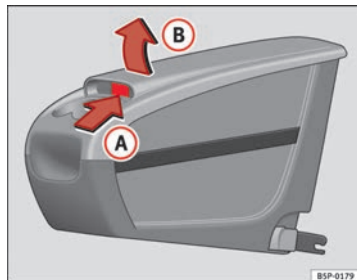

Fig. 113 Cassetto portaoggetti estraibile. Apertura
- Sollevare il coperchio (B) utilizzando il pulsante (A) → fig. 113.